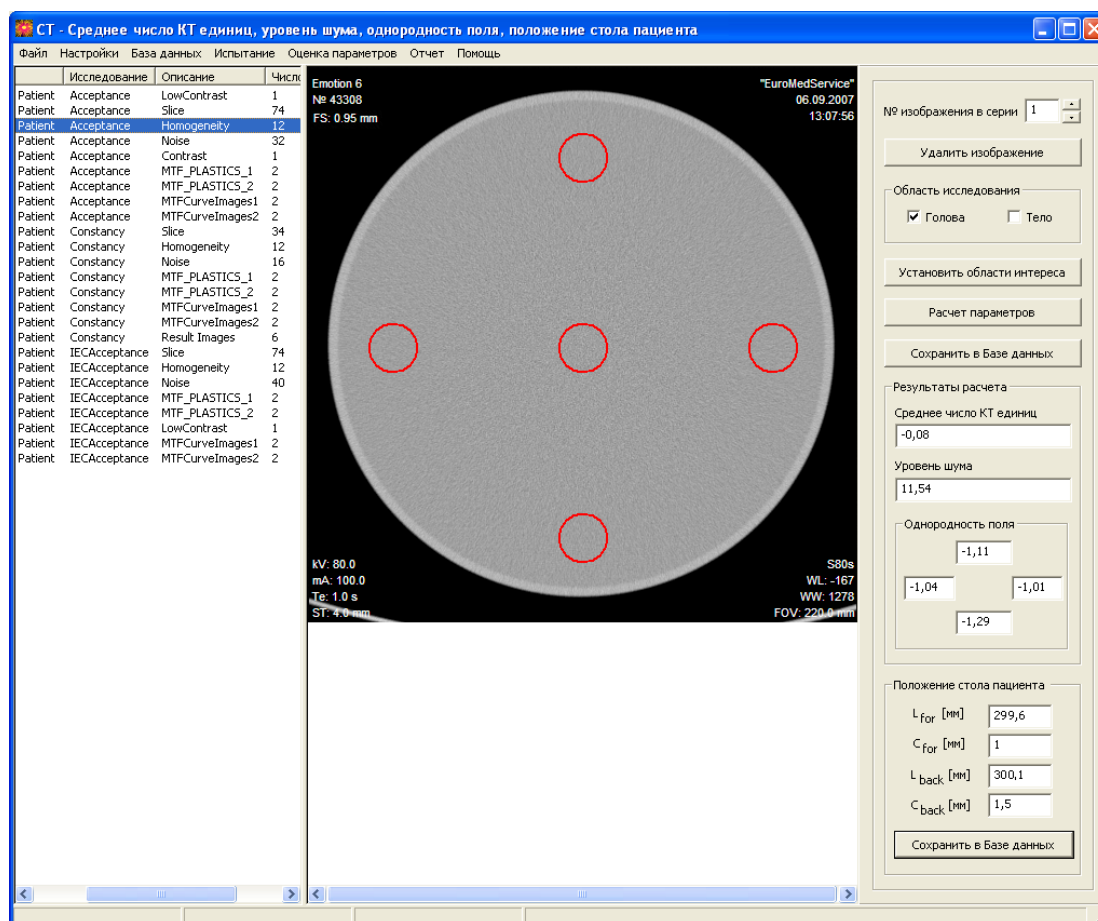

Рис. 5.2. Расстановка областей интереса и расчет параметров
С левой стороны окна располагается область, которая представляет собой таблицу. Эта таблица имеет четыре столбца со следующими названиями: пациент (patient), исследование (study), описание (series description) и число изображений. Эти параметры являются обязательными тэгами DICOM-изображения и заполняются при регистрации нового пациента, выборе исследования для этого пациента и описании параметров съемок, при которых проводились исследования. Следовательно, по этим параметрам можно классифицировать все полученные за исследование изображения. В программе осуществляется сортировка изображений, в результате чего, заполняется таблица, по которой можно однозначно определить принадлежность изображения к тому или иному исследованию (см. Рис.5.2).
Ниже находится кнопка **«Удалить изображение»**, при помощи которой пользователь может удалить любое открытое изображение. Далее расположен компонент, позволяющий выбрать область исследования, а именно: голова либо тело. Ниже располагаются три кнопки **«Установить области интереса»**, **«Расчет параметров»** и **«Сохранить в Базе данных»**. Пока не открыто ни одного изображения, все кнопки неактивны. Кнопка **«Установить области интереса»** необходима для автоматической расстановки четырех областей интереса на периферии изображения тест-объекта (на расстоянии 10 мм от внутренней стенки тест-объекта) и одной области интереса по центру изображения тест-объекта (см. Рис.5.2.). Диаметр областей интереса составляет 10% от диаметра тест-объекта, который задается в диалоговом окне **«Параметры расчета»**. После того, как положение областей интереса задано, становится активной кнопка **«Расчет параметров»**, при нажатии на которую происходит расчет среднего числа КТ единиц, уровня шума и однородности поля. Результаты расчета отображаются в соответствующих текстовых компонентах (для однородности поля предусмотрено четыре компонента, положение которых соответствует положению областей интереса на периферии изображения тест-объекта, то есть положению часовой стрелки в областях 3,
1. Открываются все зарегистрированные изображения (главное меню «Файл» → «Открыть...»). В процессе открытия изображений таблица, расположенная в левой части окна, заполняется информацией, содержащейся в тэгах зарегистрированных изображений (см. Рис.5.2). Каждая строка таблицы представляет собой отдельное исследование с определенным набором параметров.
2. Затем заносятся измеренные расстояния  $L_{for}$ ,  $C_{for}$ ,  $L_{back}$  и  $C_{back}$  в миллиметрах (см. Рис.5.2.).